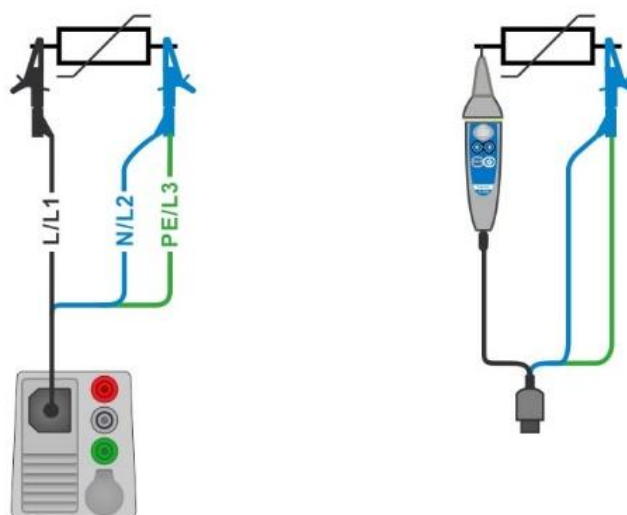

Fig. 4.18: Anslutning med 3-ledar testledningar och Tip commander (Range: 1000 V)
- › Anslut testledningarna till objektet som skall testas se **Fig. 4.18**.